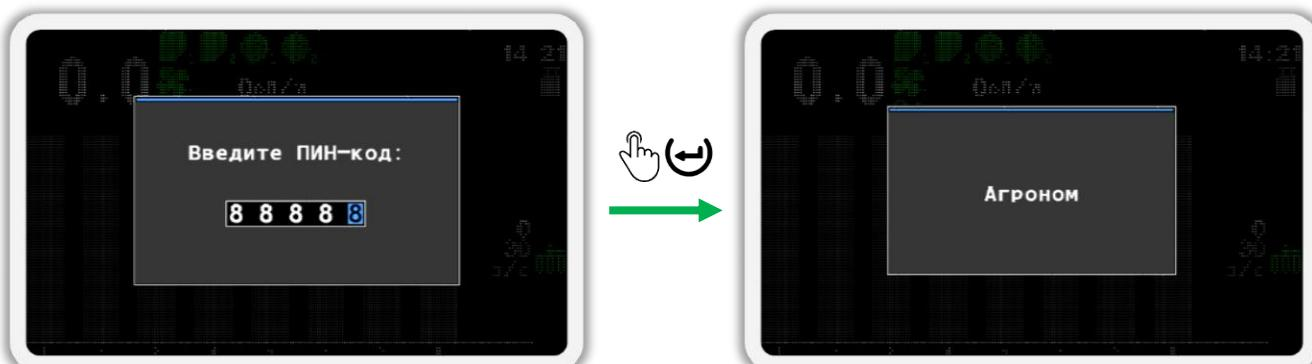

Рисунок 29
- После того, как вы введете ПИН-код, нажмите кнопку  «Меню». Если код введен правильно, то вы увидите сообщение с надписью «Агроном» (см. Рисунок 29). После этого вы будете автоматически возвращены в меню «Настройки».